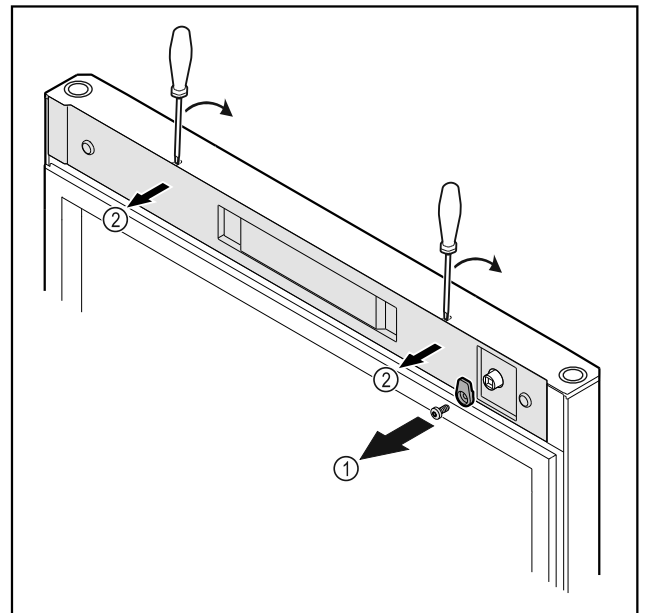

Fig. 16
- ▶ Irrota sulkuhaka Fig. 16 (1).
- ▶ Paina suojus Fig. 16 (2) pienellä ruuvimeisselillä paikaltaan ja ota se pois.